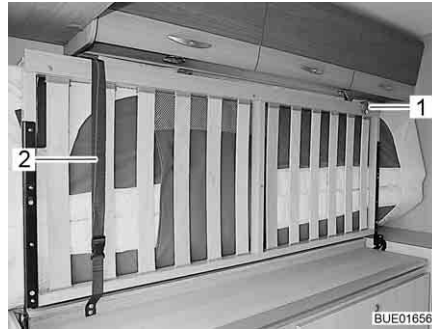

Fig. 10 Lit, rabattu sur le côté
- Bloquer le lit rabattu sur le côté avec la sangle de sécurité (Fig. 10,2) et la bande de sécurité (Fig. 10,1).